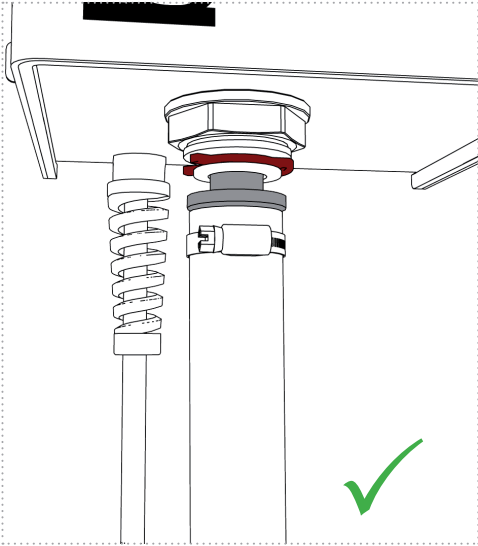

Abbildung: 12a
5. Überprüfen Sie alle Verbindungen auf korrekten Sitz und eine spannungsfreie Anbindung an die biolite® (*Abbildung 12a und 12b*).